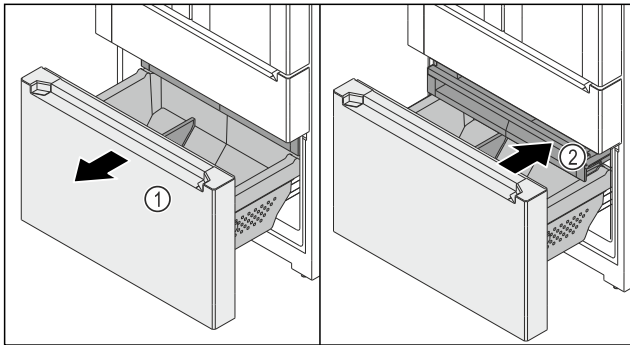

Fig. 149
- ▶ Auszugswagen Fig. 149 (1) bis zum Anschlag herausziehen.
- ▶ Schubfach Fig. 149 (2) ist automatisch herausgezogen.
- ▶ Schubfach Fig. 149 (2) einschieben.